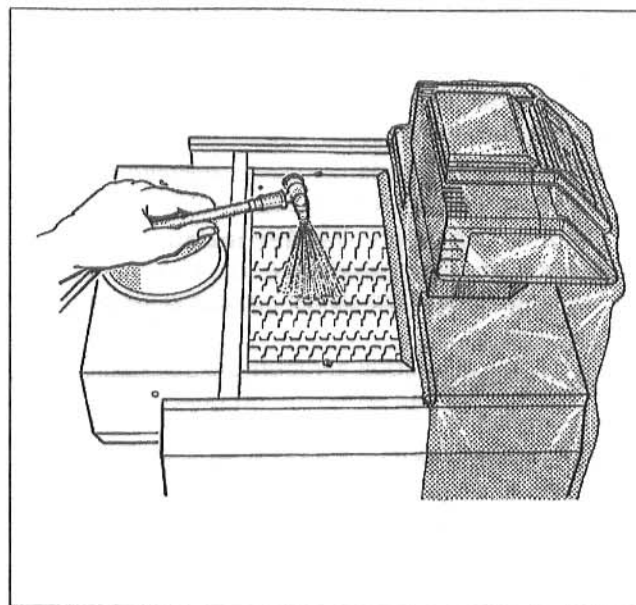

Fig. 32: Curățirea prin stropire
- Canalul gazelor de încălzire se vor stropi uniform cu detergent (Fig. 32).